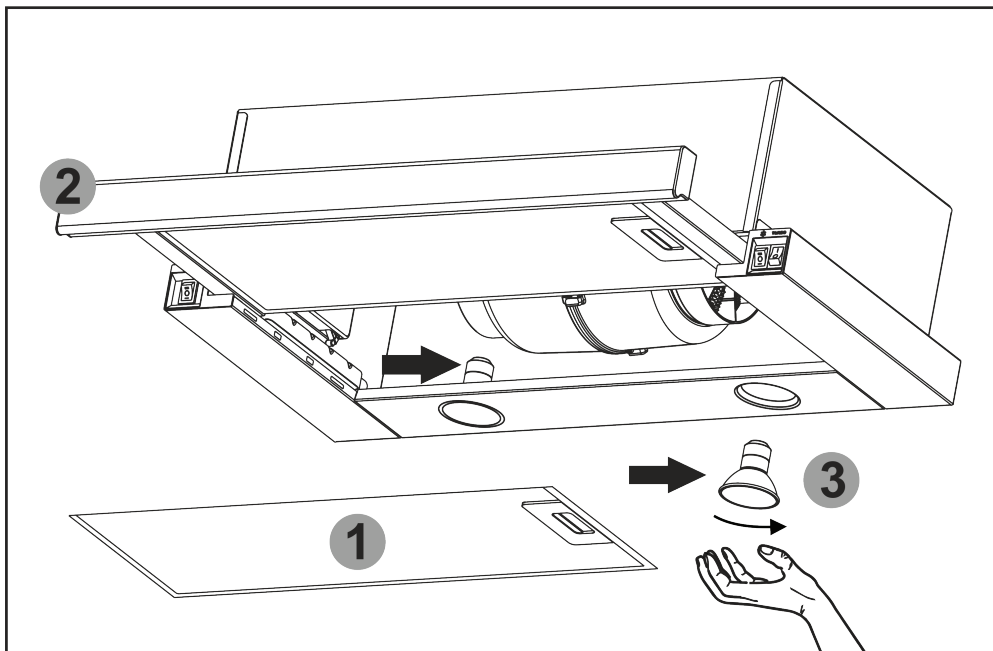

Рис.7
8.9 На вытяжке установлении **HALOGEN** или **LED (в зависимости от модификации)** лампы подсветки рабочей зоны плиты. Перед началом замены ламп освещения необходимо отключить вытяжку от электросети, дать возможность охладеть лампам. Для замены лампы необходимо снять алюминиевый фильтр **1**, вытянуть шушляду выдвигающую **2**, отжать держателя патрона на себя, чтобы лампа **3** вышла из корпуса вытяжки, удерживая держатель патрона, слегка надавить на лампу в направлении патрона и, повернув ее против часовой стрелки, вынуть из корпуса вытяжки (**рис.7**).